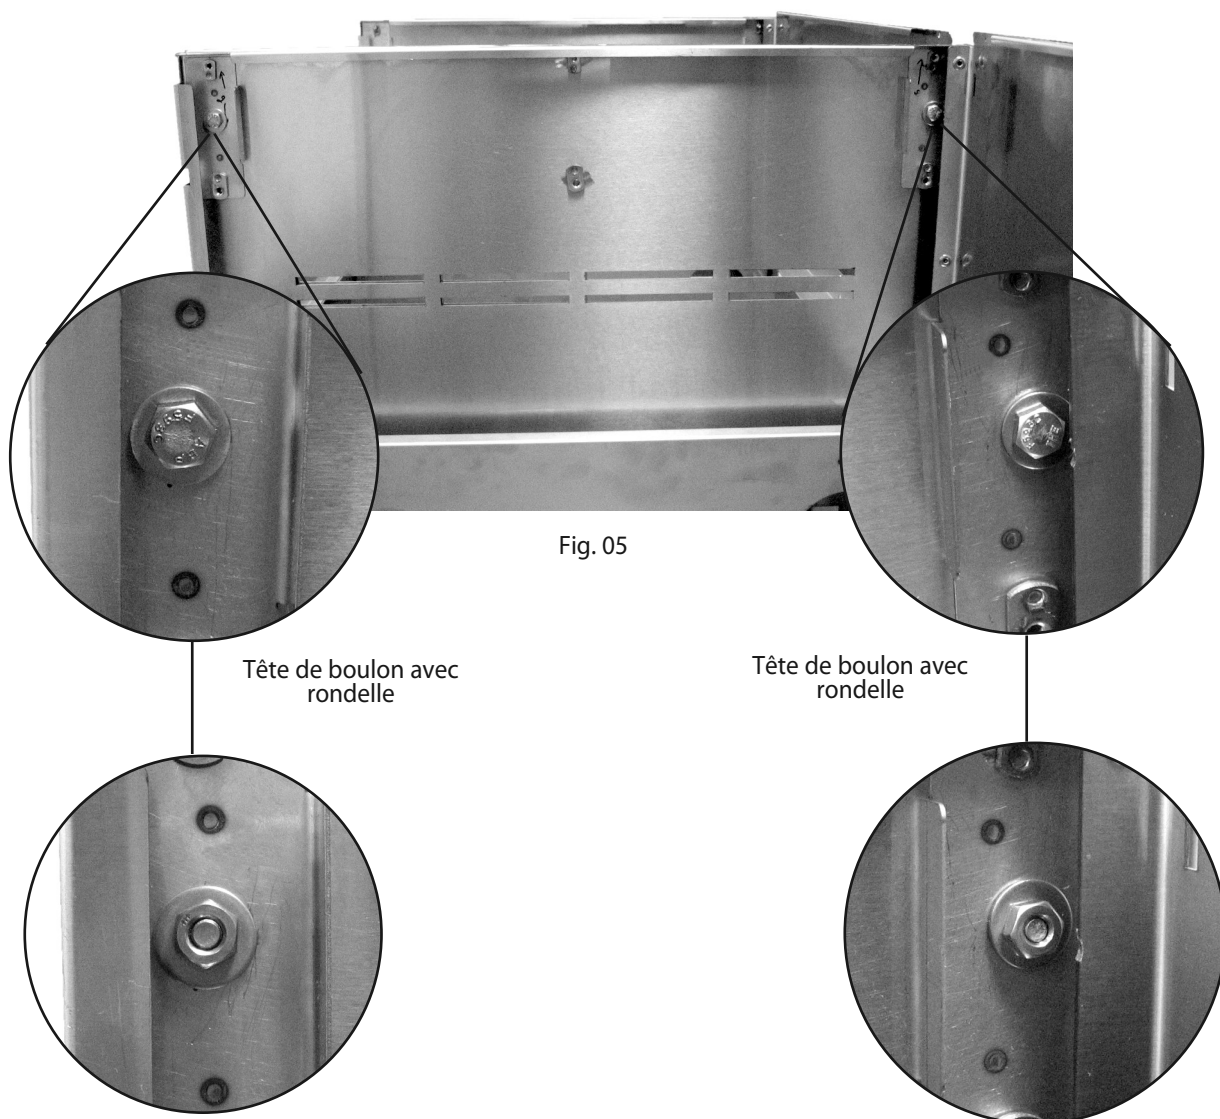

Fig. 05
1. Pour regrouper les chariots – serrez à la main 2 boulons, 4 rondelles et 2 écrous sur le devant et l'arrière des chariots comme l'indique la Fig. 05. Serrez soigneusement à la clé les fixations une fois que les chariots sont alignés l'un avec l'autre.